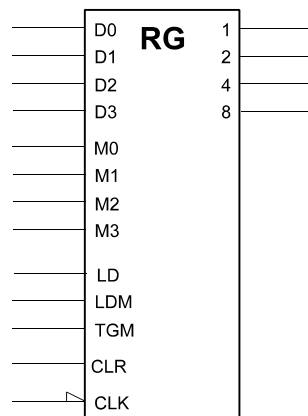

Abb. 14
31. Entwerfen Sie ein vollsynchrones 4-Bit-Register (Abb. 14) mit den Funktionen gemäß der folgenden Tabelle. Grundlage: D-Flipflops sowie beliebige Gatter. Es genügt, eine Bitposition sowie ggf. erforderliche zentrale Schaltmittel darzustellen. Vorrangregeln: keine.